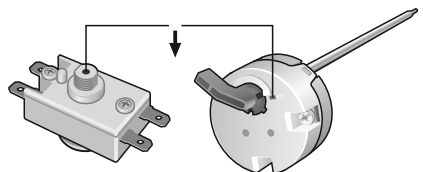

Рис. 3/ Fig. 3/ Рис. 3/ 3 сур./ Joonis 3/ Att. 3/ Pieš. 3
Регулировка осуществляется с помощью ручки терморегулятора (10), расположенной на защитной крышке водонагревателя. Термостат также содержит термовыключатель - устройство защиты ЭВН от перегрева, которое отключает ТЭН от сети при превышении температуры воды свыше +93°C (±5°C). В процессе эксплуатации корпус ЭВН может нагреваться. Срабатывание термозащиты водонагревателя не является его неисправностью. Возврат водонагревателя в рабочее состояние осуществляется нажатием на шток термовыключателя, расположенного под защитной крышкой ЭВН (Рис. 3).